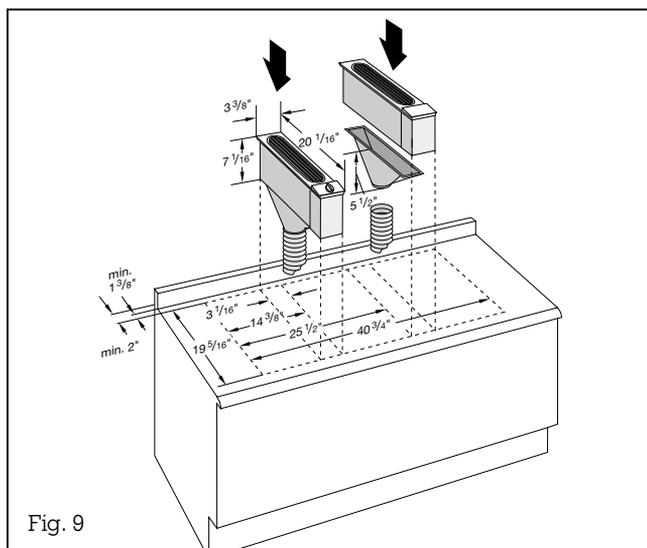

Fig. 9
– Réalisez la découpe en vous basant sur le schéma de montage et le tableau des cotes (Fig. 9). Important ! L'angle entre la surface de coupe et le plan de travail doit être de 90°.